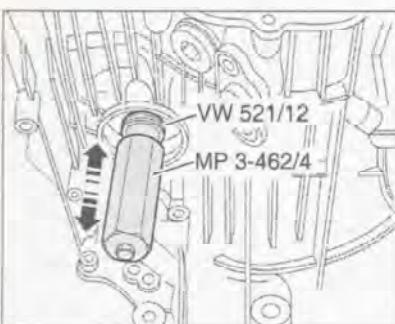

Рис. 7.159. Перемещая дифференциал вверх-вниз (стрелки) с помощью приспособления MP 3-462, считайте показаний индикатора.
11. Перемещая дифференциал вверх-вниз (стрелки) с помощью приспособления MP 3-462, считайте показаний индикатора (рис. 7.159).